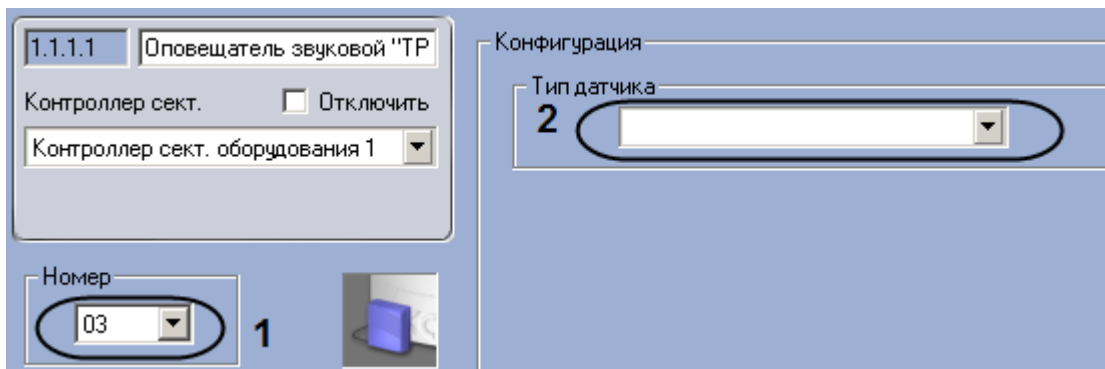

Рис. 3.6—15. Настройка звукового оповещателя ТРЕВОГА
2. Выбрать номер выхода контроллера сектора оборудования, к которому подключено устройство, из раскрывающегося списка **Номер** (см. Рис. 3.6—15, 1).
3. Выбрать тип подключаемого датчика из раскрывающегося списка **Тип датчика** (см. Рис. 3.6—15, 2).